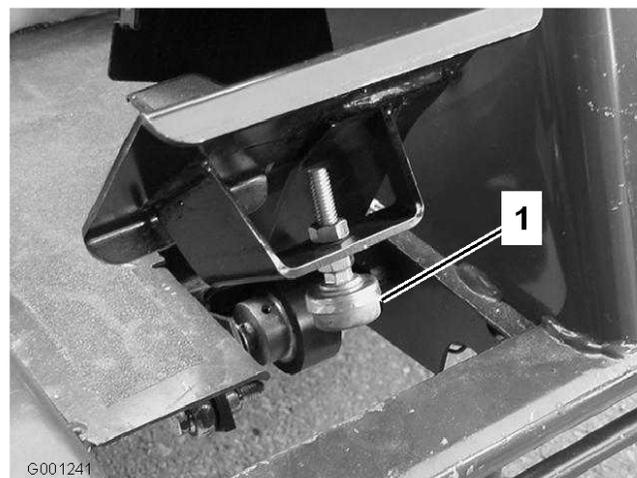

Figura 65
1. Controllate la regolazione dell'arresto del pedale della trazione. L'arresto del pedale (Figura 65) deve sfiorare il telaio prima che la pompa raggiunga la fine corsa.